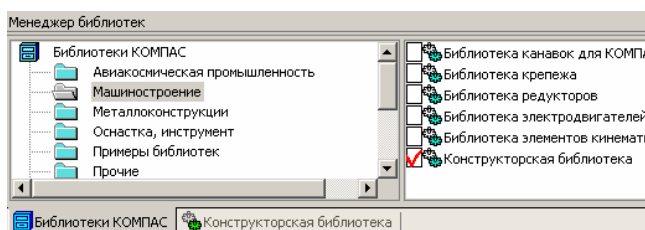

Рисунок 4.1 – Вікно менеджера бібліотек
2. У вікні в розділі **Бібліотеки КОМПАС – Машинобудування** активуйте **Конструкторську бібліотеку** (рис. 4.1, 4.2). В Конструкторській бібліотеці виберіть розділ **Підшипники – Підшипники кульові** і далі підшипник з потрібним ДСТУ (наприклад ДСТУ 8338-75) [4].